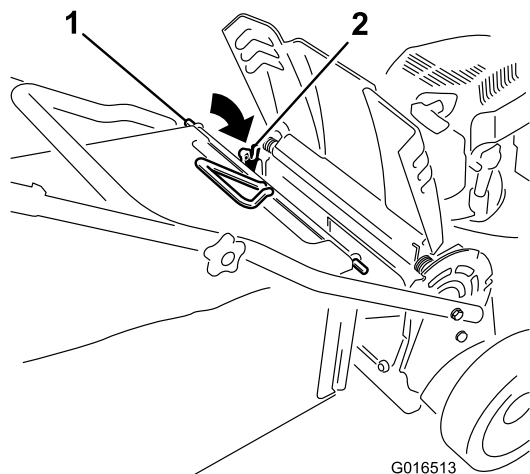

Figure 26
- Placez la tige du bac dans les crans à la base du guidon et agitez le bac d'avant en arrière pour vous assurer que la tige est bien engagée au fond des deux crans; voir Figure 26.